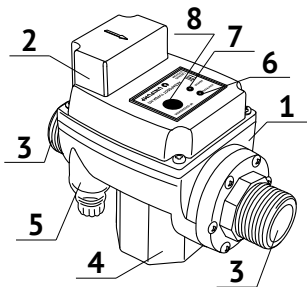

Рис. 1
Блок управления ТУРБИ-МЗ (Рис. 1) состоит из герметичного пластикового корпуса – (1) и верхней крышки с резиновой прокладкой – (2). На корпусе расположены два присоединительных патрубка 1", наружная резьба – (3), патрубок для присоединения гидроаккумулятора с латунной вставкой 1", внутренняя резьба – (4), а также два кабельных ввода – (5).